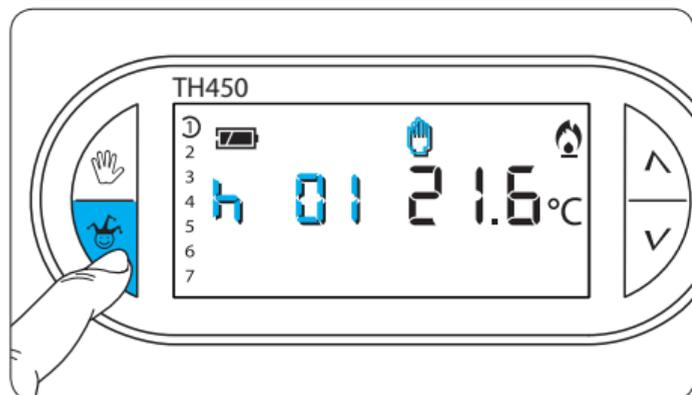
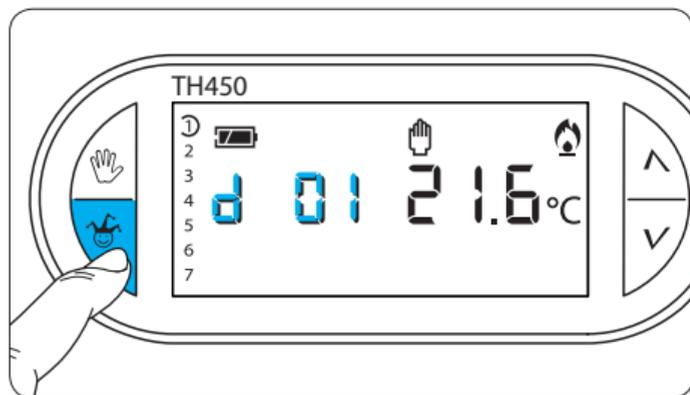

Fig. 78
Fig. 80
21.3 - Premere il pulsante ☺ una volta per impostare le ore (fig. 78) due volte per impostare i giorni (fig. 80).